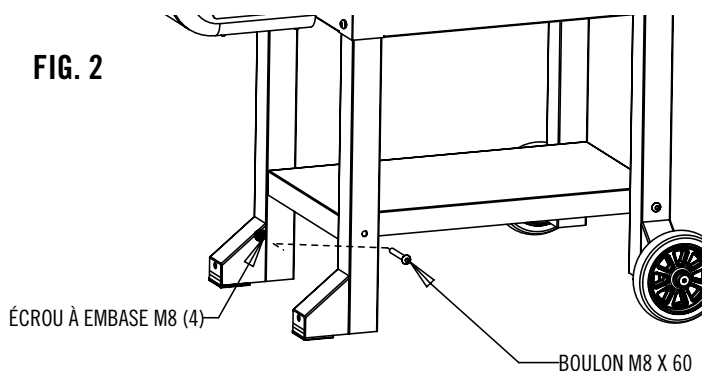

FIG. 2
1. Monter le plateau du bas, comme indiqué à la Fig. 2 en attachant la quincaillerie aux quatre coins.